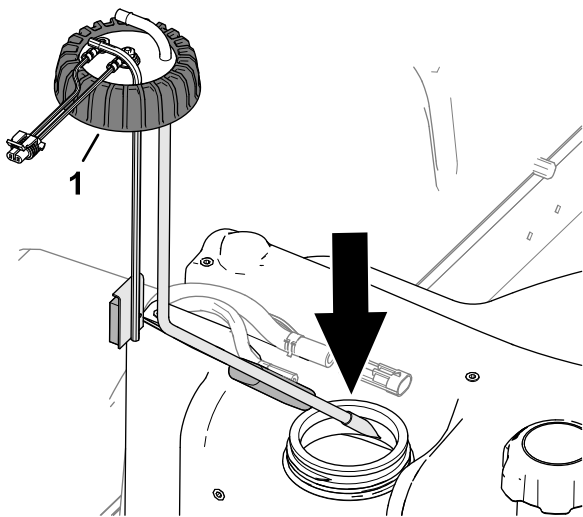

Figura 96
2. Coloque cuidadosamente el tubo de aspiración de combustible y el flotador en el depósito de combustible (Figura 96).